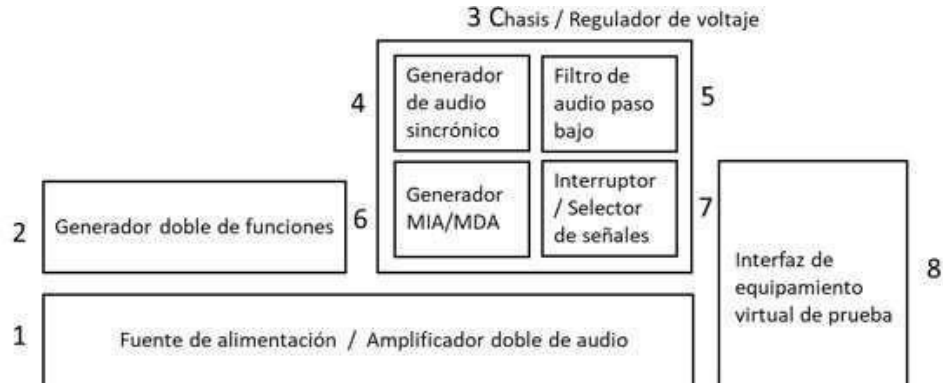

Figura 3.1
1. Instalar los módulos como se muestra en la figura 3.1 Asegurándose de que todos los controladores de nivel se encuentran en la posición MIN y los que tengan, desmarcar la casilla "variable" (*esto se hace haciendo zoom en cada equipo y dando clic al botón variable*), encender la fuente de alimentación, el generador doble de funciones y la interfaz del equipamiento virtual de prueba.